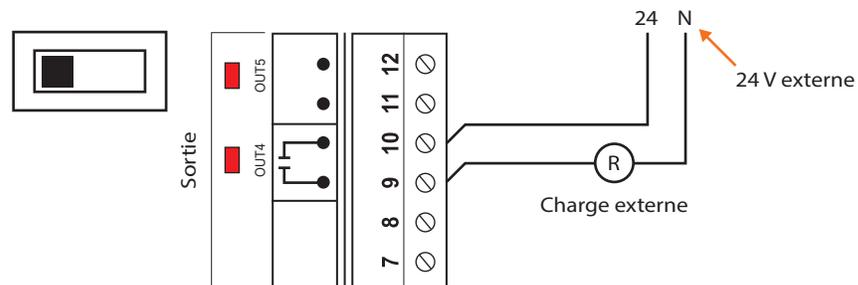

Figure 14 - Raccordement des sorties passives 3 et 4
2) Sortie passive (SINK). Le C1000 ouvre et ferme un contact afin de permettre à une source externe d'alimenter la charge (voir figure 14).